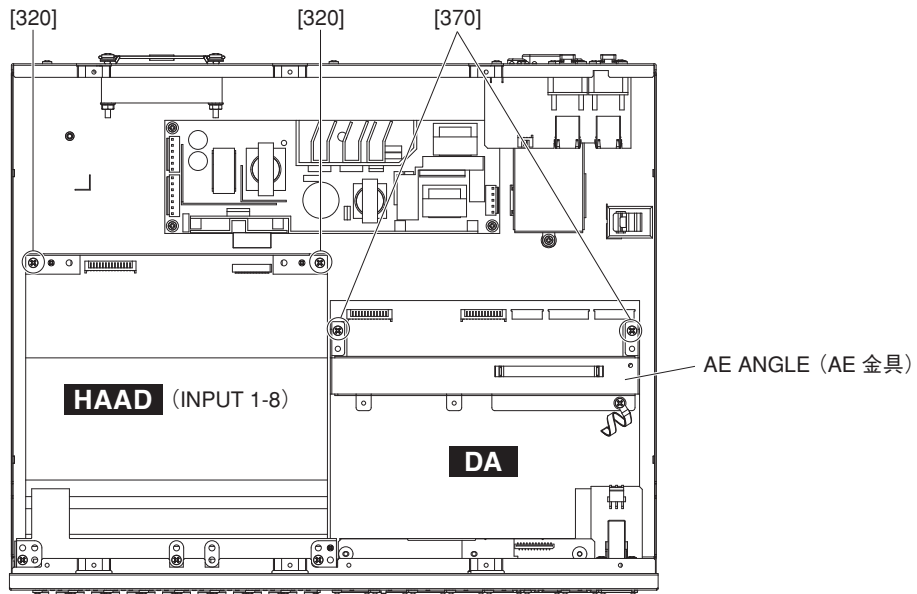

Fig. 5 (图 5)
- 5-4. Remove the two (2) screws marked [320]. The HAAD circuit board (INPUT 1-8) can then be removed. (Fig. 5)
- 7-3. Remove the two (2) screws marked [370]. The AE angle can then be removed. (Fig. 5)
- 5-4. [320] のネジ 2 本を外して、HAAD シート (INPUT 1-8) を外します。(図 5)
- 7-3. [370] のネジ 2 本を外して、AE 金具を外します。(図 5)